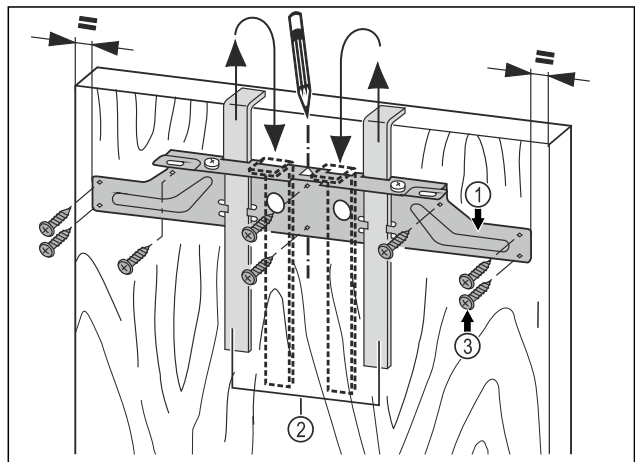

Fig. 44
- ▶ Zaczepić poziomą listwę mocującą Fig. 44 (1) z pomocami montażowymi Fig. 44 (2) po wewnętrznej stronie drzwi mebla.
- ▶ Poziomą listwę mocującą Fig. 44 (1) wyrównać do środka na drzwiach.
- ▶ Przykręcić poziomą listwę mocującą Fig. 44 (1) co najmniej 6 śrubami Fig. 44 (3).
- ▶ Przykręcić poziomą listwę mocującą Fig. 44 (1) 4 śrubami Fig. 44 (3) na brzegu.
- ▶ Wyciągnąć pomoce montażowe Fig. 44 (2) do góry i wsunąć po obróceniu w znajdujące się obok otwory.